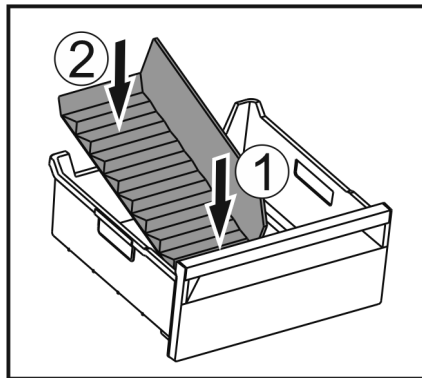

Fig. 127
- ▶ Поставете предната част на разделителя на отделението за лед. Fig. 127 (1)
- ▶ Спуснете задната част на разделителя на отделението за лед до дъното на чекмеджето. Fig. 127 (2)